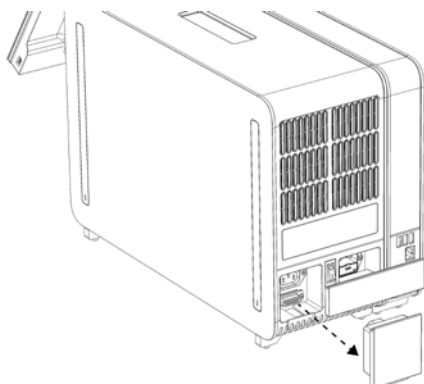

Figura 12. Remoção da ponte de terminação.
- 1d. Remova a ponte de terminação da parte traseira do módulo analítico (Figura 12).